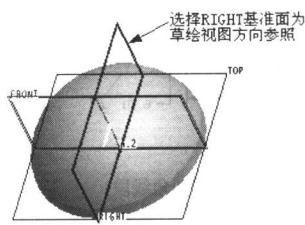

图 1-19 选择草绘视图方向参照
22. 系统提示选择草绘视图方向参照，选择如图 1-19 所示 *RIGHT* 基准面为草绘视图方向参照。